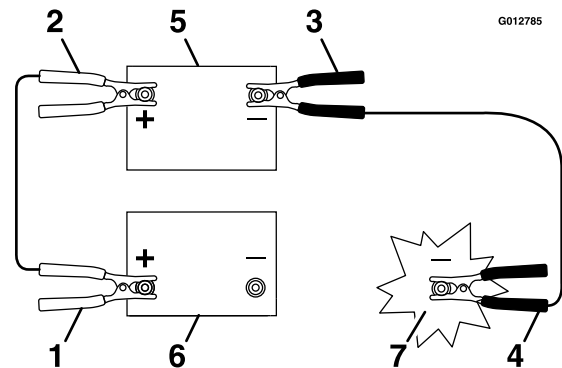

Figura 40
3. Conecte el cable positivo (+) al borne positivo (+) de la batería descargada que está conectado al motor de arranque o al solenoide, según se indica en Figura 40.